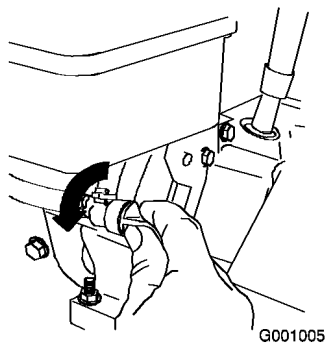

Figura 26
3. Girate la valvola d'intercettazione del carburante in senso antiorario per aprirla (Figura 26).